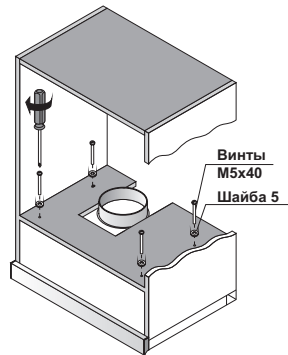

Рис. 3
3. При помощи винтов М5х40 с шайбами из монтажного комплекта и отвертки прикрепите вытяжку к шкафу. (Рис. 3)